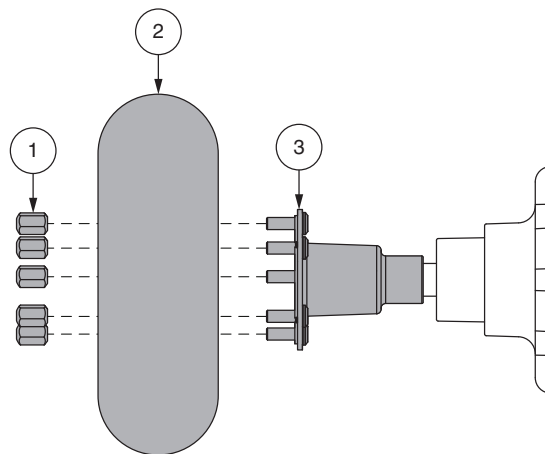

Figure 22. Enlèvement de la roue motrice
4. Retirez les écrous de roue du moyeu. **Voir la figure 22.**